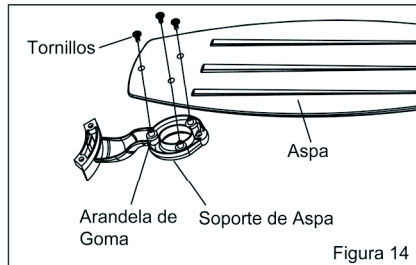

Figura 14
**Paso 1** Liga la aspa al soporte de la aspa usando los tornillos como mostrado en la Figura 14 . Nota que las arandelas ya están sujetadas al soporte de la aspa. Repetir esto con los dos últimos tornillos.